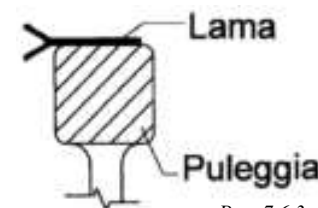

Рис. 7.6.3
- Проверьте расположение пильного полотна на двух шкивах: пильное полотно должно опираться на два шкива, за исключением лезвие, которое должно выступать за пределы шкива, см. рис. 7.6.3. Вручную поверните два шкива и проверьте правильность расположения пильного полотна.